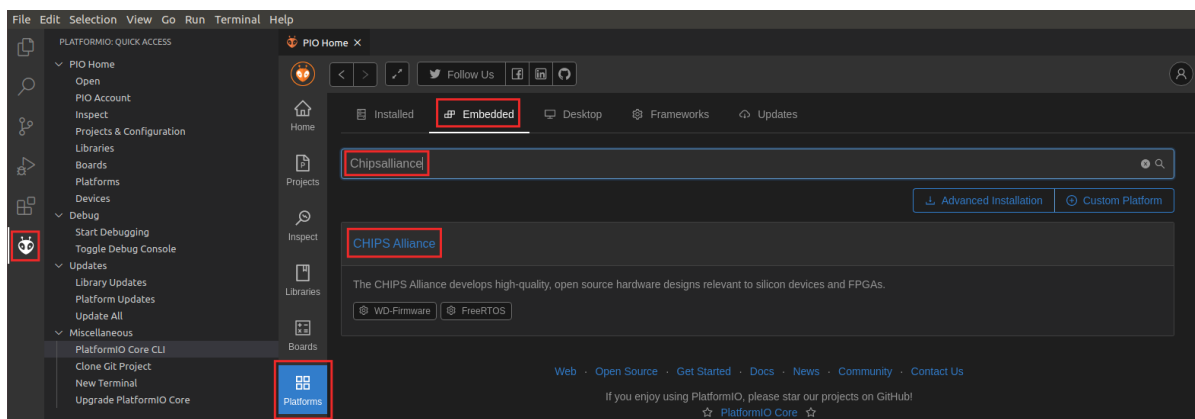

图41. 选择CHIPS Alliance平台
- 通过单击左侧栏上的  按钮查看“Quick Access”（快速访问）菜单（参见图41）。
然后，在“PIO Home”（PIO主页）中，依次单击  按钮和  选项卡（图41）。找到**Chipsalliance**（我们在RVfpga中使用的平台），然后单击  按钮将其打开（图41）。